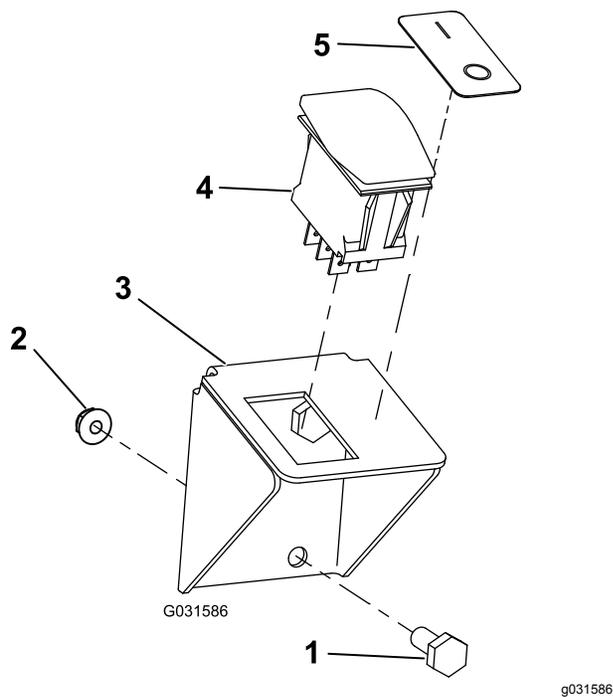
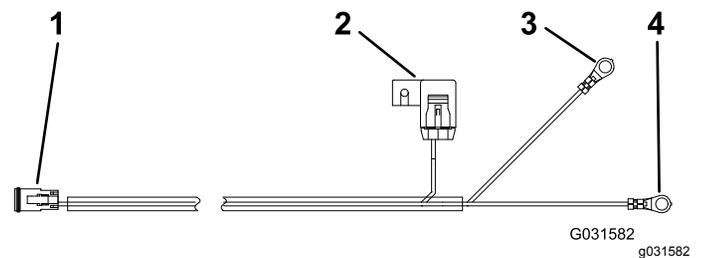

図 9
図 11
- B. ダッシュボードにスイッチブラケットを取り付けるボルト2本とフランジナット2個を使用する 図 9。
4. スイッチ用ハーネスをスイッチに接続する 図 9 と 図 11。
5. スイッチの隣にデカルを貼り付ける 図 9。
キットの電源をバッテリーから直接取る場合は、バッテリー用ハーネスを使用する 図 11。